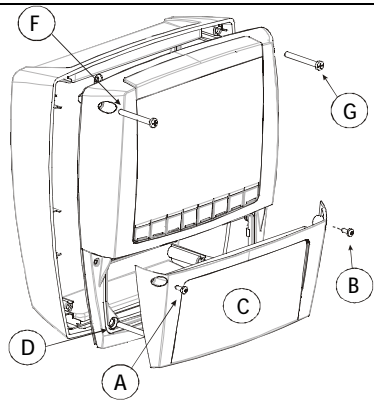

FIG. 2
8. A vezetékek bekötése után helyezze vissza a burkolatot (Fig. 2, c) és rögzítse a csavarokkal.